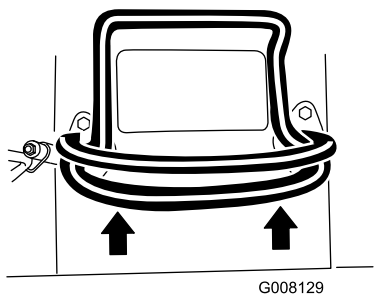
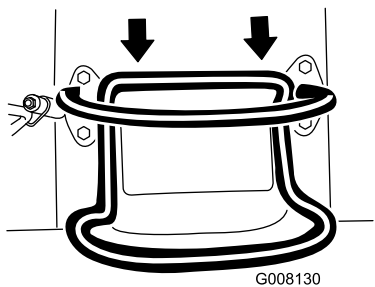

Figure 7
Figure 8
- Pour vous déplacer en marche avant, poussez la commande de déplacement en avant (Figure 7).
- Pour vous déplacer en marche arrière, tirez la commande de déplacement en arrière (Figure 8). **Regardez derrière vous et soyez très prudent lorsque vous faites marche arrière et gardez toujours les mains sur la barre de référence (Figure 7).**